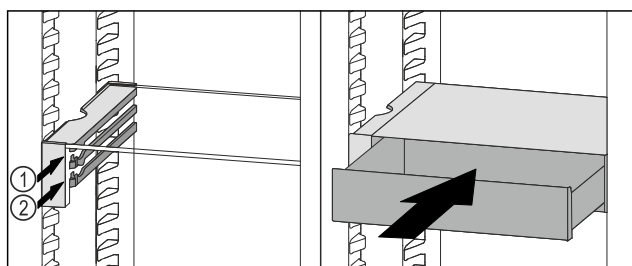

Fig. 80
- ▶ Placer le tiroir VarioSafe derrière les butées sur la nervure désirée *Fig. 80 (1)* ou *Fig. 80 (2)*.